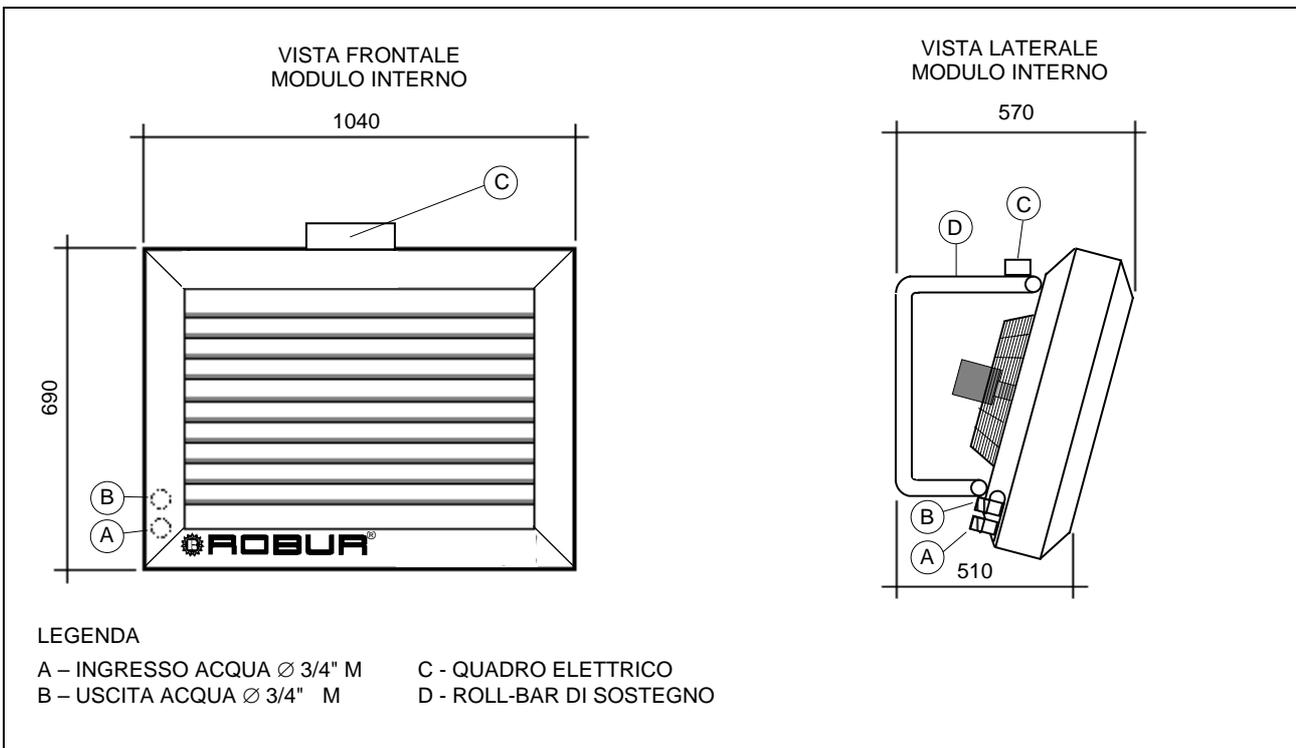

Figura 3 - DIMENSIONI MODULO INTERNO
- Collegare le tubazioni idrauliche ai raccordi suddetti di mandata e ritorno acqua Ø ¾" M e ai rispettivi raccordi Ø ¾" M posti nella parte posteriore sinistra del modulo interno (vedi Figura 3), interponendo su ciascun attacco apposite guarnizioni e facendo attenzione ad evitare l'ingresso di corpi estranei.